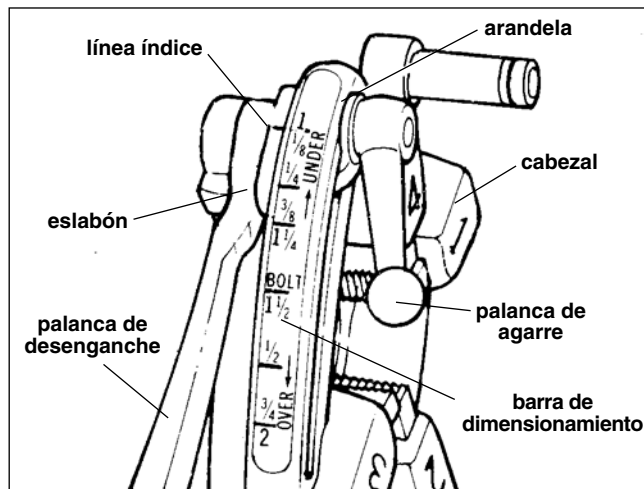

Figura 12 – Cabezal de Terrajas Universal de Apertura Rápida
5. Cabezal de Terrajas de Apertura Rápida No. 811A (Figura 12). Gire la palanca de desenganche a la posición de CLOSED (cerrada).
10. Cabezal de Terrajas de Apertura Rápida No. 811A (Figura 12). Completada la rosca, levante la palanca de desenganche para retraer las terrajas.
¡NOTA! El Cabezal de Terrajas Universal No. 811A (*Figura 12*) para roscas a mano derecha requiere cuatro juegos de terrajas para roscar tubos de entre $\frac{1}{8}$ a 2 pulgadas de diámetro. Se requiere un juego de terrajas para cada una de las siguientes gamas de dimensión de tubo: ($\frac{1}{8}$ pulg.), ($\frac{1}{4}$ a $\frac{3}{8}$ pulg.), ($\frac{1}{2}$ a $\frac{3}{4}$ pulg.) y (1 a 2 pulgs). No existen disponibles terrajas para tubos de $\frac{1}{8}$ pulgada para el cabezal de terrajas a mano izquierda. El roscado de pernos requiere un juego distinto de terrajas para cada dimensión de perno. No hay disponibles terrajas para pernos para los cabezales de terrajas universales a mano izquierda.